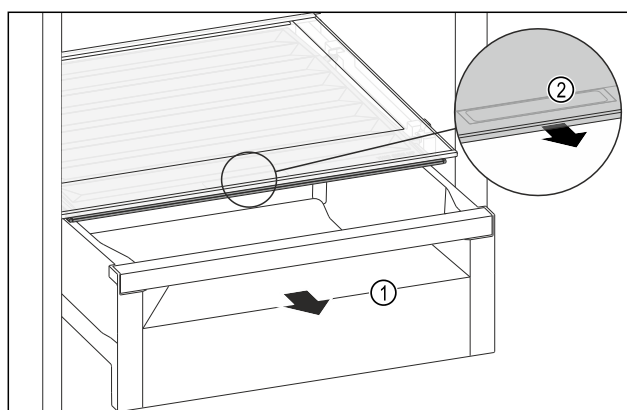

Fig. 108
- Wyciągnąć szufladę Fig. 108 (1).
- Chwycić uchwyt wpuszczany Fig. 108 (2) na pokrywie komory i pociągnąć pokrywę jednocześnie do przodu.